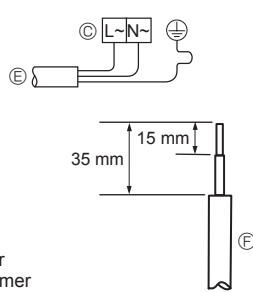
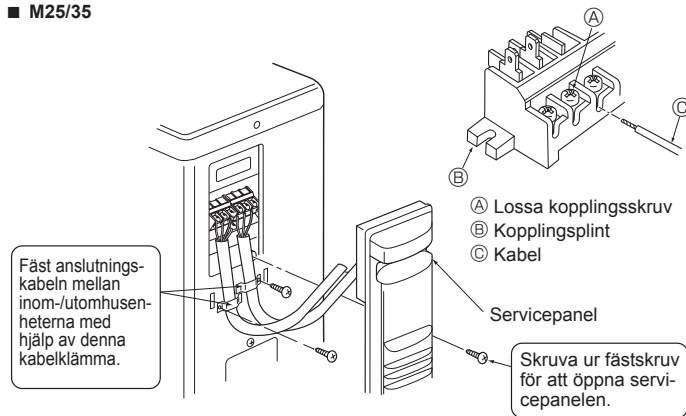
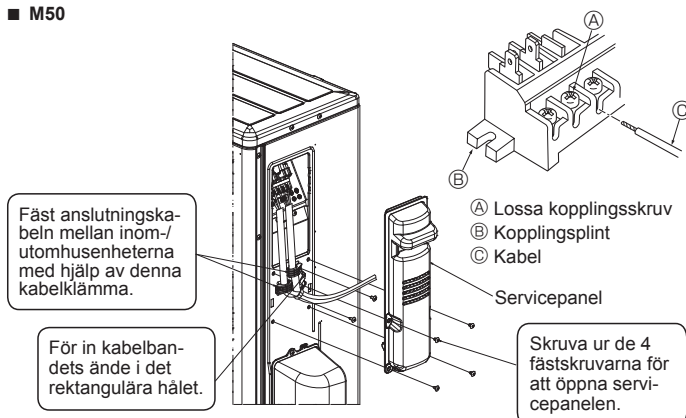
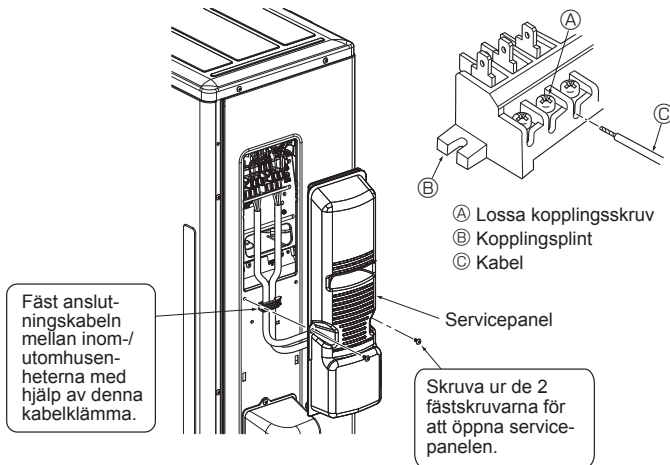

Fig. 6-2
Fig. 6-3
Fig. 6-4
Fig. 6-5
6.1. Utomhusenhet (Fig. 6-1, Fig. 6-2, Fig. 6-3, Fig. 6-4, Fig. 6-5)
- ① Ta bort servicepanelen.
- ② Anslut kablarna med hänvisning till Fig. 6-1, Fig. 6-2, Fig. 6-3, Fig. 6-4 och Fig. 6-5.
- Utför ledningsdragningen enligt diagrammet till vänster. (Köp in kabeln lokalt) (Fig. 6-2)